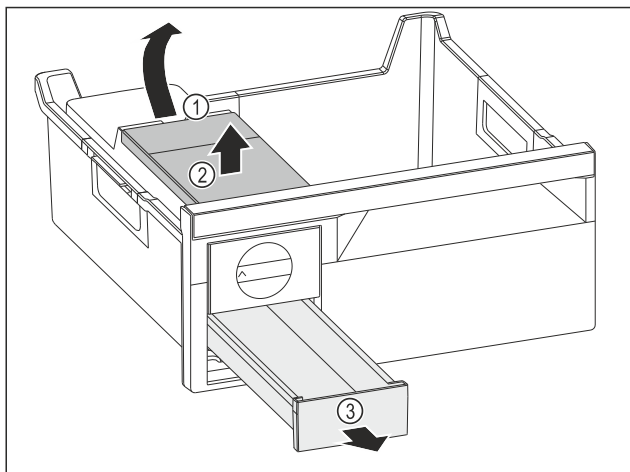

Fig. 211
- Vyjmutí nádržky na vodu: Zvedněte nádržku na vodu za vybrání Fig. 211 (1).
- Nádržku na vodu Fig. 211 (2) vyjměte nahoru.
- Zásuvku na kostky ledu Fig. 211 (3) vyjměte dopředu.